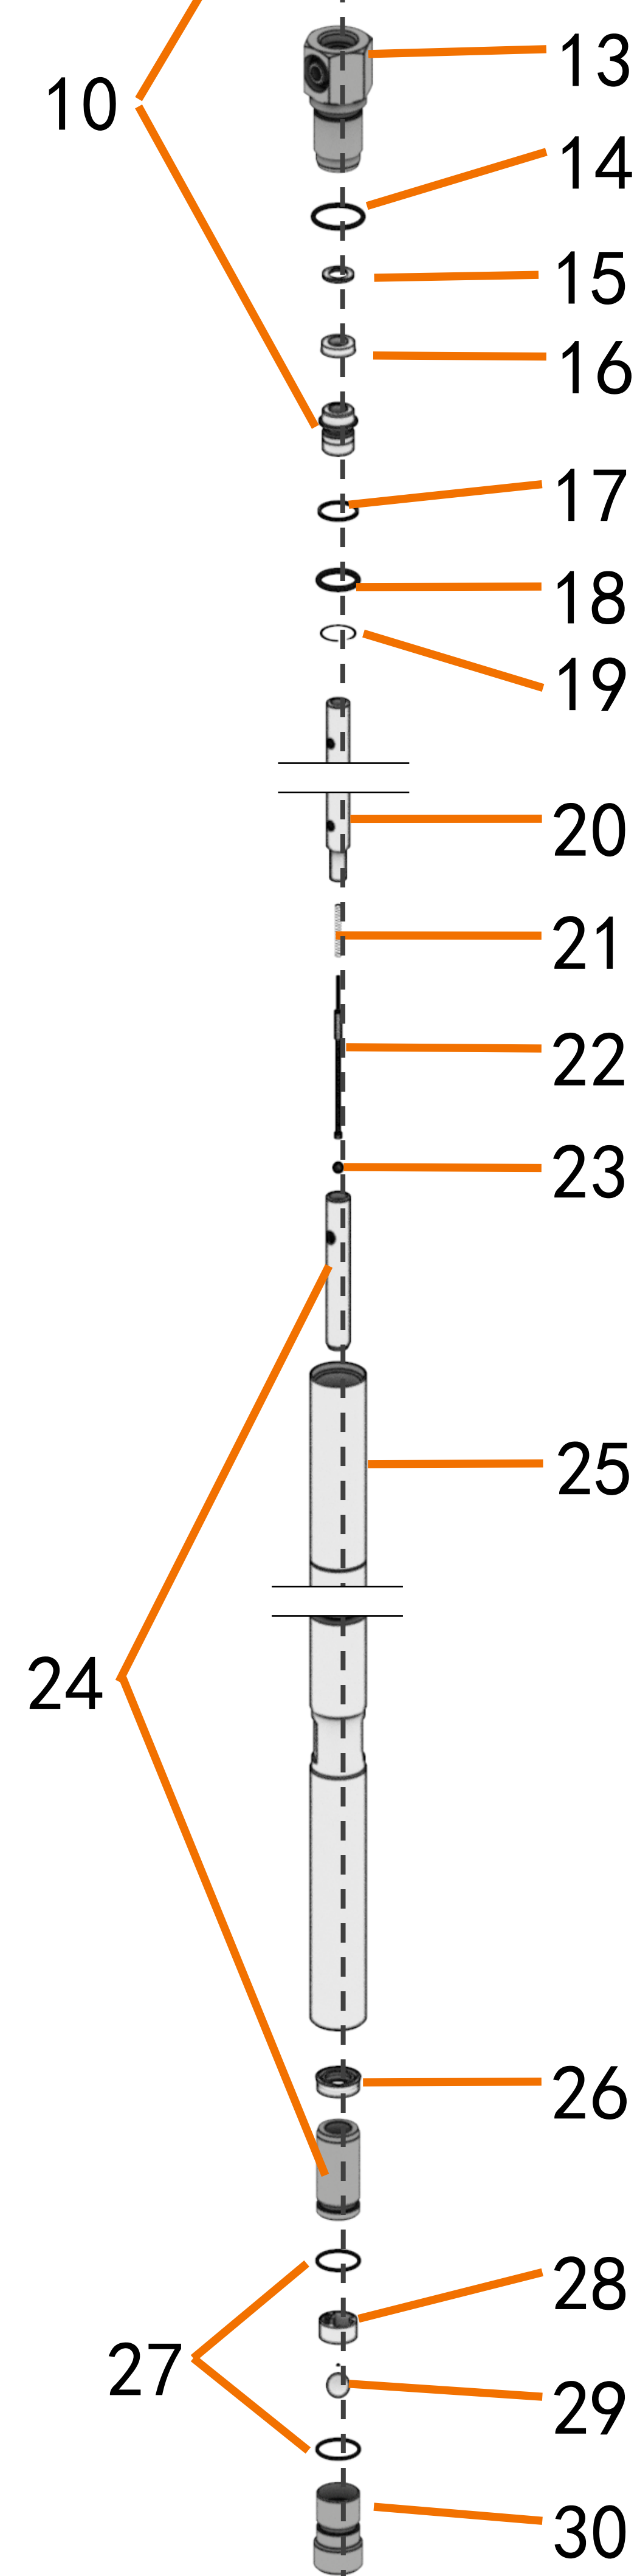

Рис.24.1
1. Установите шарик (23) в нижнюю втулку и плунжер (24) (→ Рис. 24.1).
2. Вставьте обратный шток (22) в плунжер насоса (23).
3. Наденьте пружину (21) на обратный шток (22).
4. Вкрутите соединительный стержень плунжера (20) в плунжер насоса (24).
5. Вставьте нижний плунжер насоса (24) в инструмент (T1).
6. Совместите отверстие в нижнем плунжере насоса (24) с отверстием в инструменте (T1).
7. Вставьте штифт, входящий в комплект инструментов, в отверстие инструмента (T1) и в нижнюю втулку плунжера насоса (24).
8. Затяните нижнюю втулку плунжера насоса (24) с моментом затяжки от 12.4 до 14.1 Nm.
9. Установите стальное опорное кольцо (17) на резьбу верхней втулки и конца плунжера (10).
10. Наденьте уплотнительное кольцо (18) на верхнюю втулку и конец плунжера (10).
11. Установите стопорную скобу (19) на верхнюю втулку и конец плунжера (10).